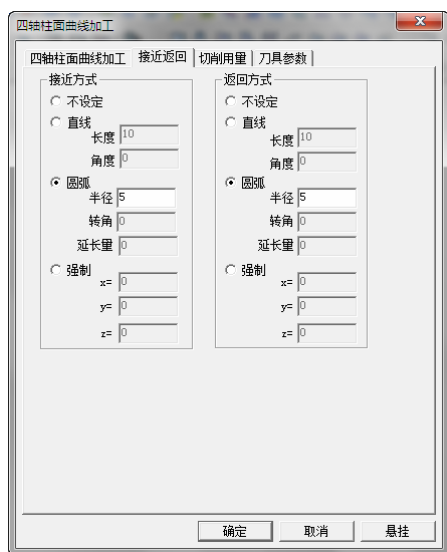

图 8-231 “接近返回”选项卡
2) 单击“接近返回”选项卡,设置“接近方式”和“返回方式”均为“圆弧”,“半径”均设为 5,具体如图 8-231 所示。